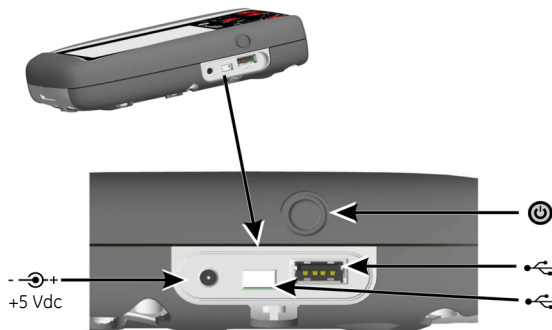

Fig 2, zijaanzicht
1. Sluit de dc-voeding/batterijlader aan op de +5V_{DC} aansluiting aan de zijkant (zie Fig 2, zijaanzicht).
2. De batterij kan ook via de USB-aansluitingen worden opgeladen (zie Fig 2, zijaanzicht).
Vanuit stilstand: druk op de stroomknop (zie Fig 2, zijaanzicht), totdat het dashboard wordt weergegeven.